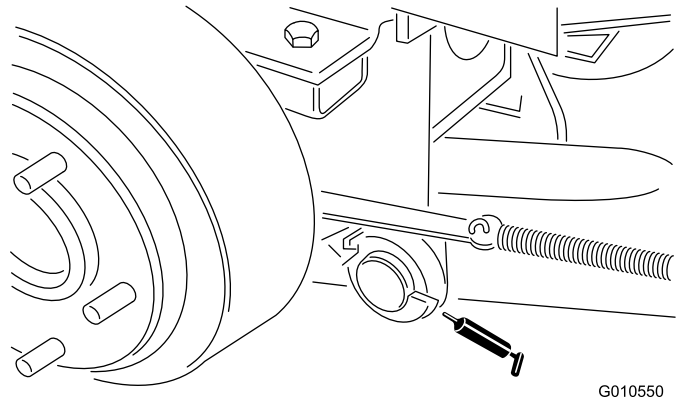

Figura 21
- Perni dei bracci di sollevamento, posteriori (2) (Figura 21)